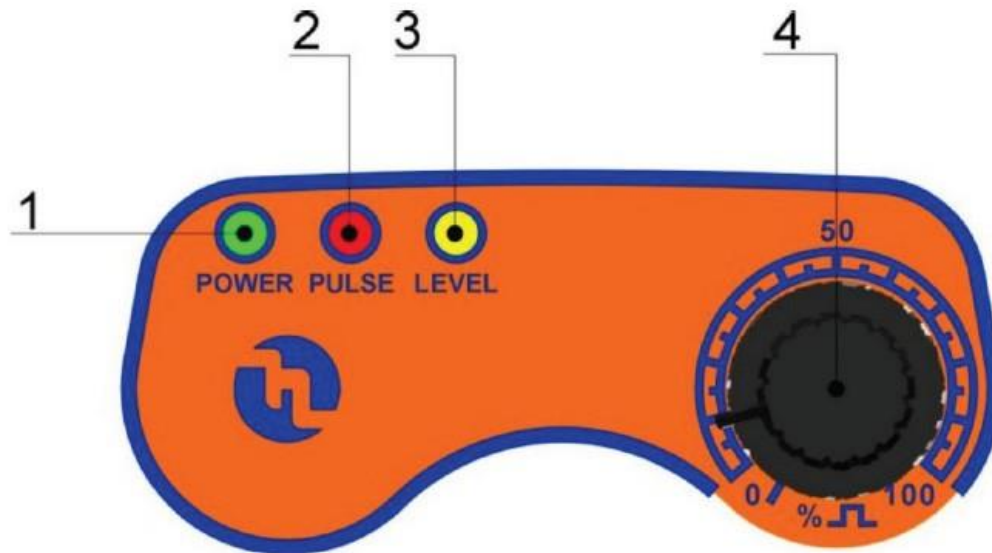

Рис.11
6.1. ОРГАНИ УПРАВЛІННЯ НАСОСОМ (Рис.11)